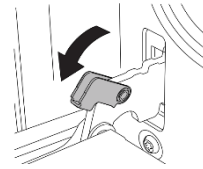

Figura 1
1. Para quitar la puerta, abra la puerta al ángulo máximo. Luego tire de la hebilla de la bisagra de la puerta hacia atrás. (Figura 1)